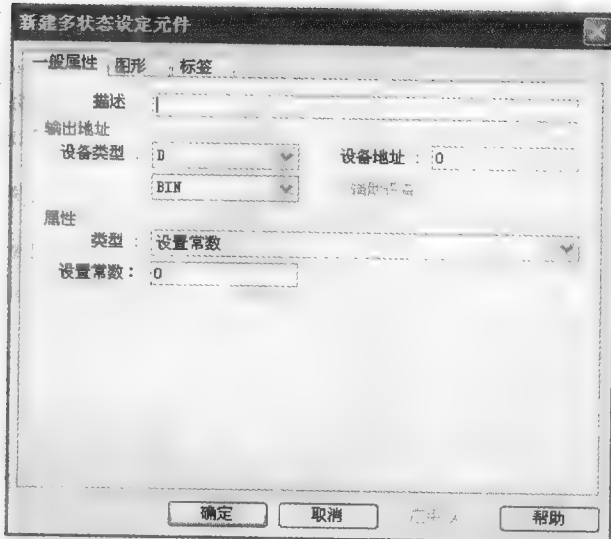

图 7-30 多状态设定元件
4) 多状态设定元件: 多状态设定元件是通过触控面板, 将指定的数值写入到字软元件中, 其设置如图 7-30 所示。